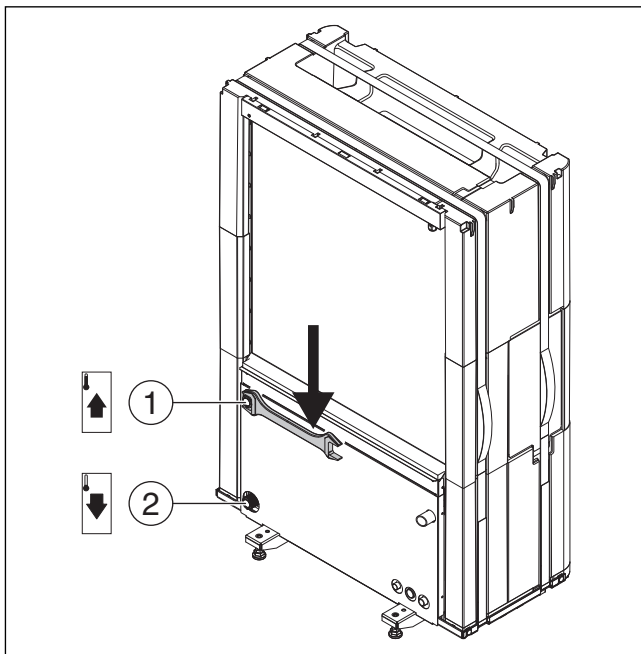

Bild 15 Anschlüsse der Wärmeträgerrohre, gültig für alle Größen
- ▶ Vorlauf zur Inneneinheit am Wärmeträgerausgang der Wärmepumpe anschließen (→ [1], Abb. 15).
- ▶ Rücklauf von der Inneneinheit am Wärmeträgereingang der Wärmepumpe anschließen (→ [2], Abb. 15).
- ▶ Anschlüsse der Wärmeträgerrohre mit einem Anzugsmoment von 120 Nm anziehen. Die Kraft nach unten richten (→ Abb. 15), um eine seitliche Belastung des Kondensators zu vermeiden. Wenn der Anschluss nicht richtig dichtet, kann die Verbindung mit einem Anzugsmoment von bis zu 150 Nm angezogen werden. Wenn der Anschluss nach wie vor nicht dicht ist, weist dies auf eine Beschädigung der Dichtung oder des angeschlossenen Rohrs hin.